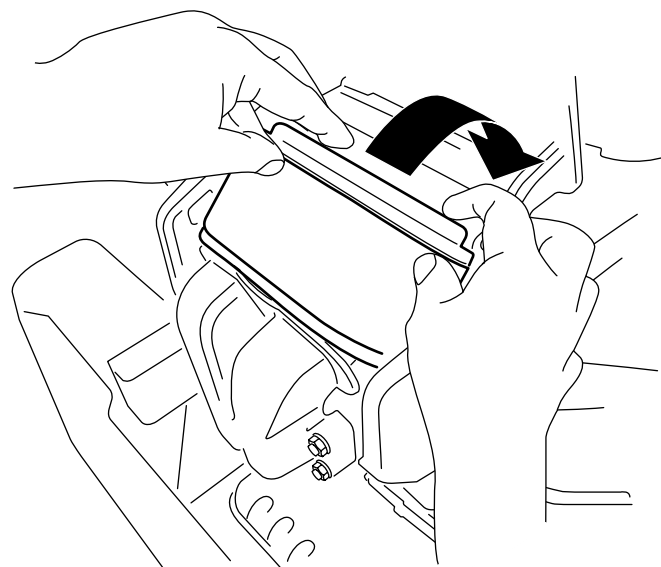

Figura 43
3. Rode o filtro para baixo para a câmara e encaixe completamente contra o coletor (Figura 43).